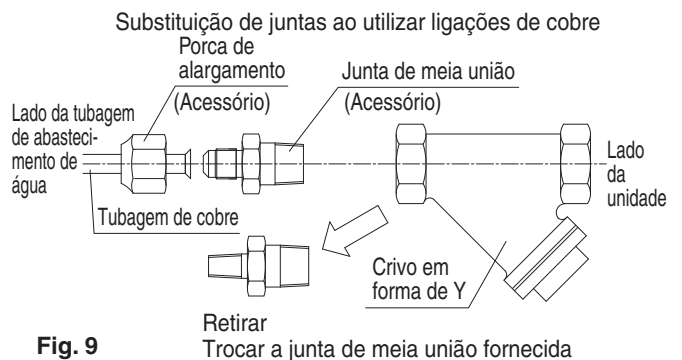

Fig. 9 Retirar Trocar a junta de meia união fornecida
- Ao utilizar tubagem de cobre para as ligações de abastecimento de água, substitua as juntas de meia união. **(Consulte a Fig. 9)**